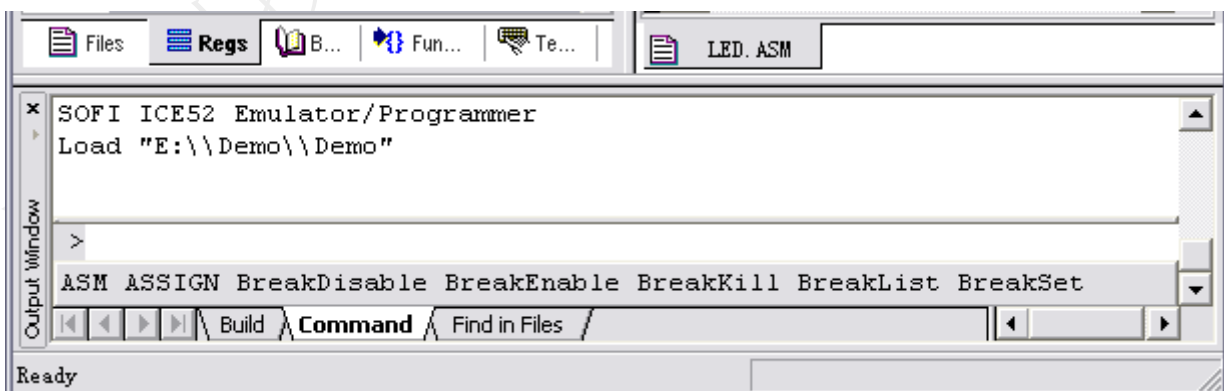

图 3.15 仿真界面
3) 进行完以上设置后，编译该项目，检测编译结果。编译无误后，便可进行仿真功能操作。点击工具栏按钮  启动调试模式，代码便开始下载到仿真头中，下载完成后，Keil 的信息输出窗口显示如图 3.15 所示。